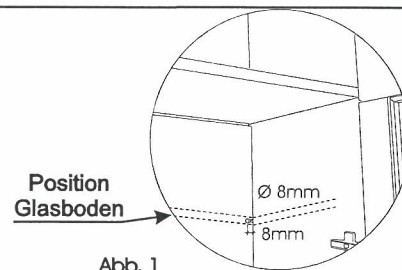

Abb. 1
1. Zur Montage der Vitrinenbeleuchtung muss an der rechten Seite der Rückwand, an der später die Beleuchtung anliegt, ein 8mm Loch zur Kabelführung gebohrt werden. (Abb. 1)
1. Der Schalter wird an der Hinterkante einer Außenseite des Möbels montieren. Die Position ist frei wählbar. Schieben Sie den Berührungsschalter auf und fixieren Sie diesen mit Hilfe der bereits vormontierten Schraube am Schalter. (Abb. 1)